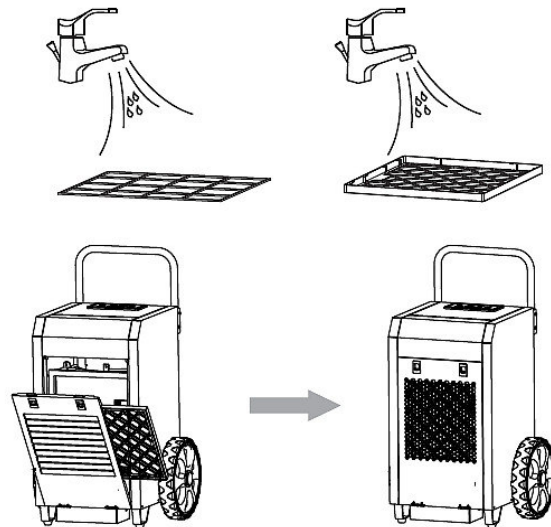

Abb. 12: Filter reinigen
Schritt 2: Säubern Sie den Filter und setzen Sie ihn wieder in die Gehäuseabdeckung ein und verschließen Sie sie. (Abb.12).